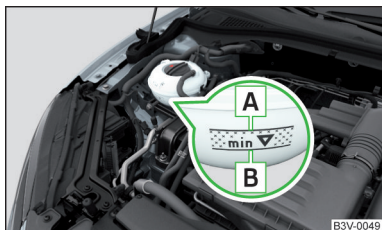

Fig. 230
Denumirea lichidului de răcire este menționată pe vasul de expansiune a lichidului de răcire » fig. 230 la pagina 218.
- Nu adăugați lichid de răcire deasupra marcajului  » fig. 230 la pagina 218.
Vasul de expansiune a lichidului de răcire » fig. 230
► Verificați nivelul lichidului de răcire la vasul de expansiune al lichidului » fig. 230.
Când motorul este cald, rezultatul verificării poate fi inexact. Nivelul se poate afla chiar și peste marcajul » fig. 230.